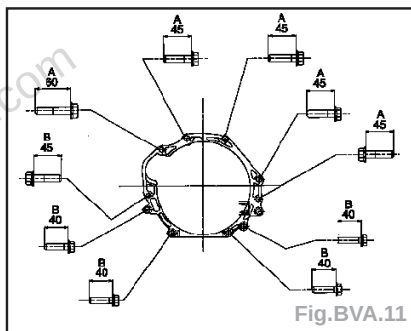

Fig.BVA.11
- Reposer les vis et serrer au couple (daN.m) (Fig.BVA.11) :